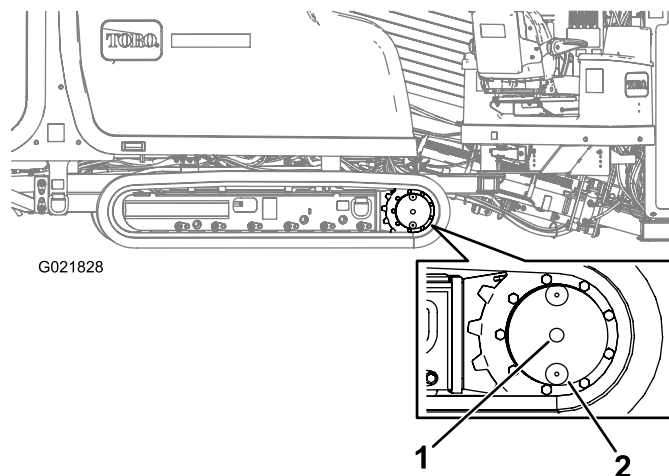

Figura 131
2. Limpe a área ao redor do bujão de nível de óleo com solvente de limpeza (Figura 131).
3. Gire o comando final planetário até que os bujões de nível e de drenagem de óleo estejam respectivamente um sobre o outro na vertical (posição de 6 horas) como mostra a Figura 131.
4. Remova o boião de nível de óleo (Figura 131).
2. Limpe a área ao redor do bujão de nível de óleo (Figura 131).
3. Gire o comando final planetário até que o bujão de drenagem de óleo esteja diretamente abaixo do bujão de nível (Figura 131).